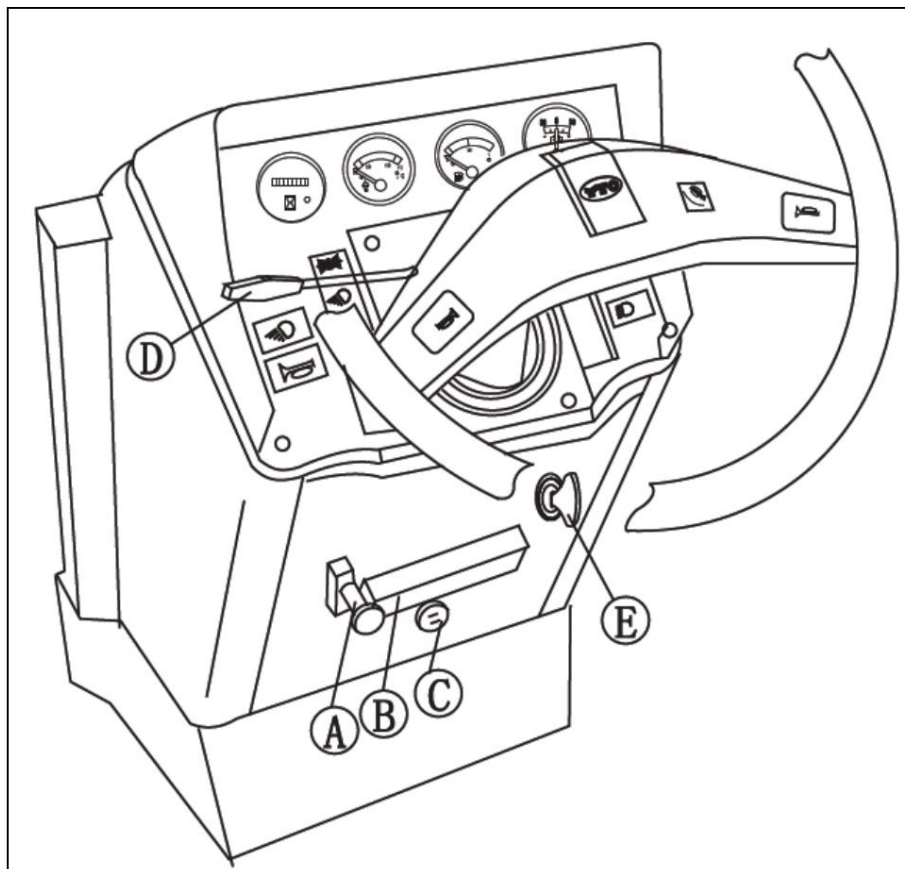

Figura 4-3 Panel de control
(Ver figura 4-3)
- (4) Empuje el retén del cable de apagado *; A (ver figura 4-3) para devolver el cable y la bomba de inyección de aceite para suministrar aceite.
- (3) Suelte el pedal del embrague principal y el pedal del freno de servicio, reduzca la apertura del acelerador para hacer funcionar el motor en ralentí;
- (4) Tire del cable de apagado a (consulte la figura 4-3) para detener el suministro de aceite a la bomba de inyección.